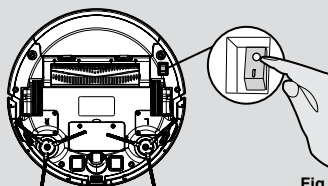

Fig. 9
Sätt på robotdammsugaren med on/off-KnaPpen på undersidan (1). [Fig. 9] Sätt ned den framför laddningsstationen.
1. Tryck på ON/OFF-knappen på undersidan av roboten. [Fig. 9]